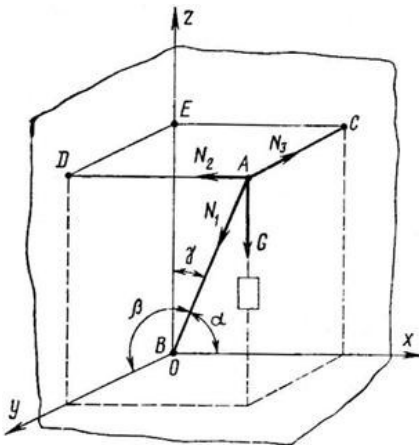

Рисунок 14
5. Найти усилия в стержне АВ (рис. 14) и цепях АС и АД, поддерживающих груз  $G = 10 \text{ кН}$ , если  $\alpha = 60^\circ$ ,  $\beta = 30^\circ$ ,  $\gamma = 45^\circ$ . АСЕD – прямоугольник, лежащий в горизонтальной плоскости. Крепление в точке В шарнирное.